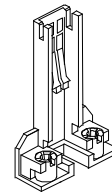

Bild 2-4
- Universal CPU Ständer - Kunststoff-Führung mit je zwei Schraubmutter im Fuß. Sie stabilisieren den Prozessor, der in den Slot1 gesteckt wird. (siehe Bild 2-4)